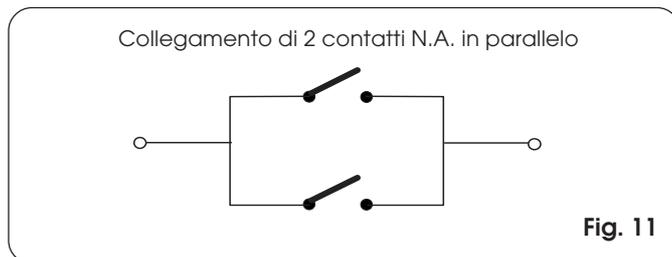

Fig. 11
**N.B.:** se due dispositivi con contatto N.A. hanno la stessa funzione vanno collegati in parallelo tra di loro (Fig. 11).